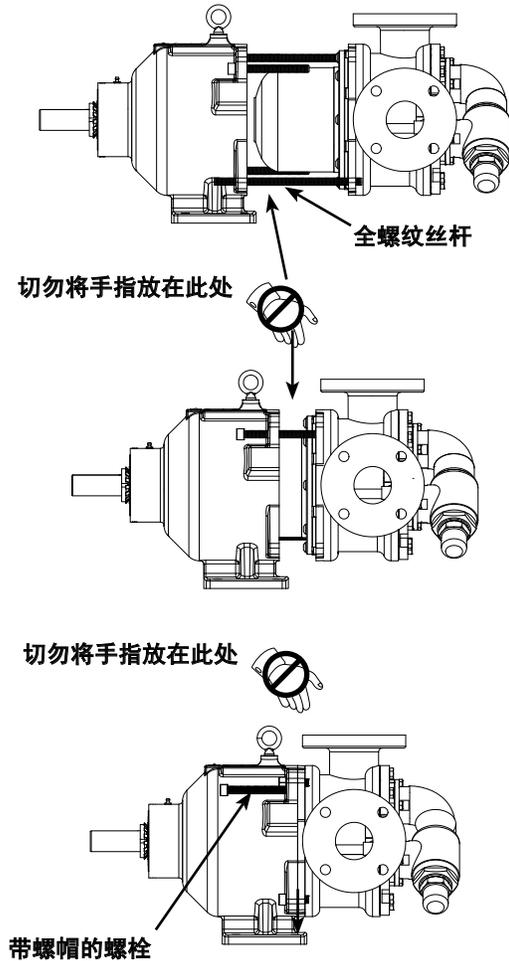

图 13
不要将手指放在泵的安装法兰面上。将磁缸对准支架的中心孔，慢慢将磁缸滑入支架。如果没有正确使用1/2”×5”的螺栓，两个磁体会迅速吸合。请确保手指一定不要放在泵的法兰安装面上。见图13的步骤。
- 将两个全螺纹1/2" × 5" 的带帽螺栓插入支架，直到支架前面有足够的长度来控制泵的组装，见图13所示。为了保证泵头与支架组件准确对中和更安全起见，建议用两个长6-8" 的全螺纹丝杆，拧入转接板上与带帽螺栓对角的螺栓孔，并穿进支架上相对应的螺栓孔内。